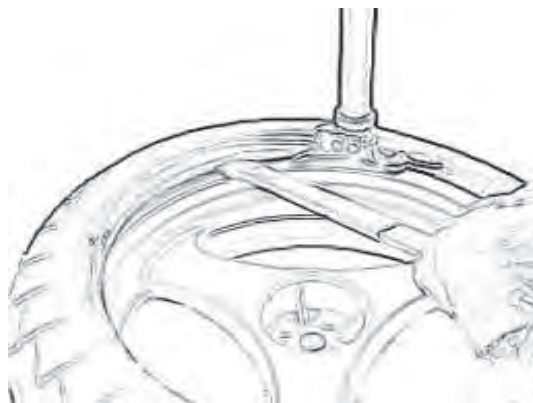

Fig. 4.3-1a
A. Après l'installation, le talon inférieur insère l'outil du pneu sur la tête du talon comme illustré (Fig. 4.3-1a). Pour protéger les jantes décoratives, utiliser des manchons de protection EAA0247G04A (en option).